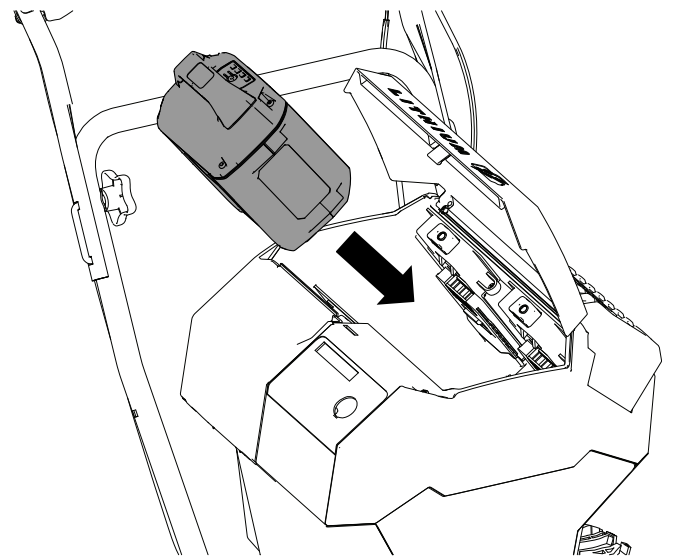

Bild 11
3. Richten Sie die Einbuchtung im Akkupack mit dem Zapfen an der Maschine aus und schieben Sie das Akkupack in das Akkufach, bis es einrastet (Bild 11).